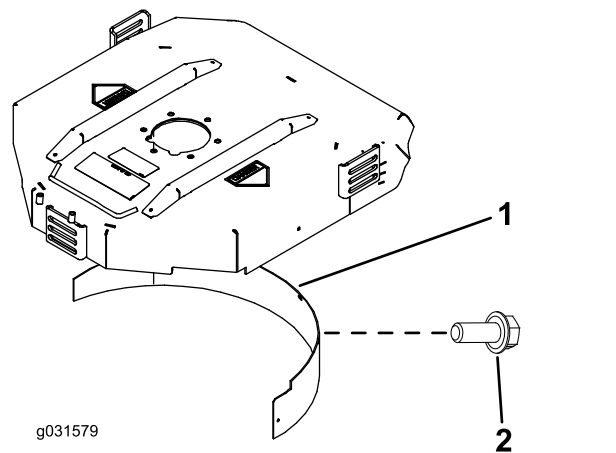

Figura 20
2. Instale o abafador de cobertura (mulch) na abertura traseira e fixe-o com 5 parafusos com cabeça flangeada (Figura 20).